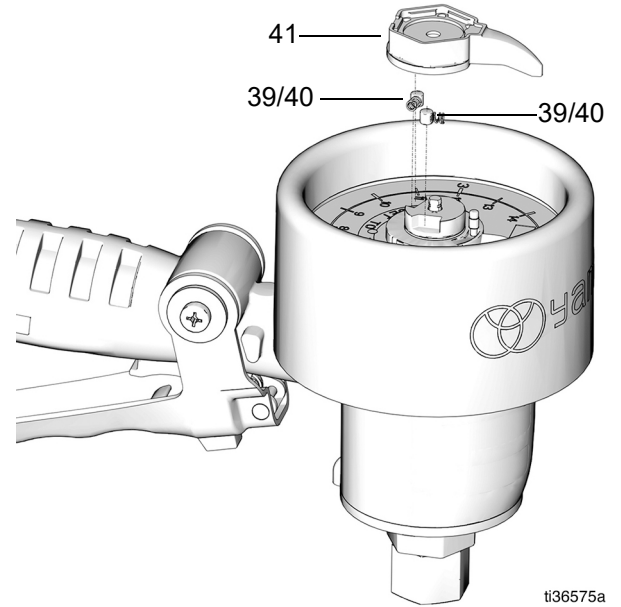

図 18
5. 指針 (41)、スプリング (39)、およびピン (40) を図 18 のように取り付けます。